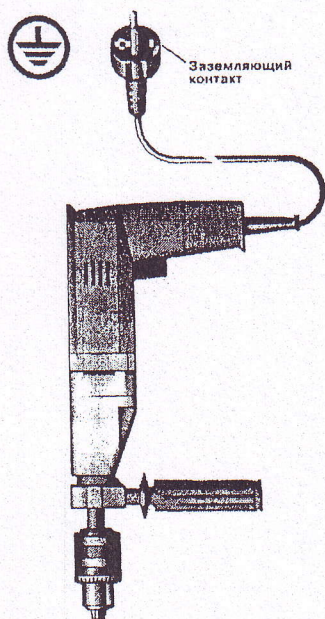

Рис.1.
**Машина класса I** – машина, в которой защиту от поражения электрическим током обеспечивают как основной изоляцией, так и дополнительными мерами безопасности, при которых доступные токопроводящие части соединены с защитным (заземляющим) проводом сети таким образом, что не могут оказаться под напряжением в случае повреждения основной изоляции (рис. 1). Для машин, предназначенных для использования с гибким кабелем или шнуром, предусматривается защитный провод, являющийся частью гибкого кабеля или шнура.